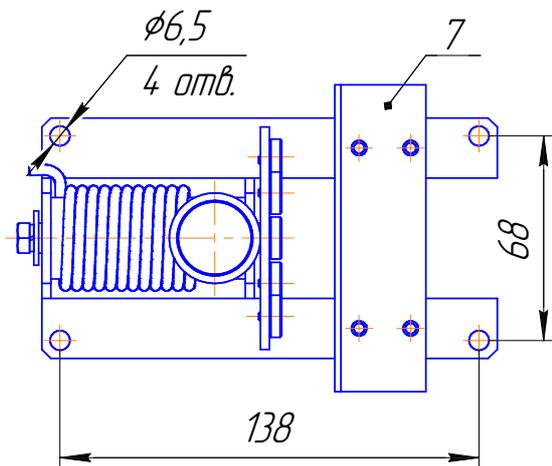

Рис.1. Габаритный чертёж устройства.
- Закрепить устройство на объекте. Направление на конвейер обозначено на основании поз.1 (см. рис.1). При монтаже устройства с установленными датчиками максимальная длина стержня применяемых болтов – 20 мм.